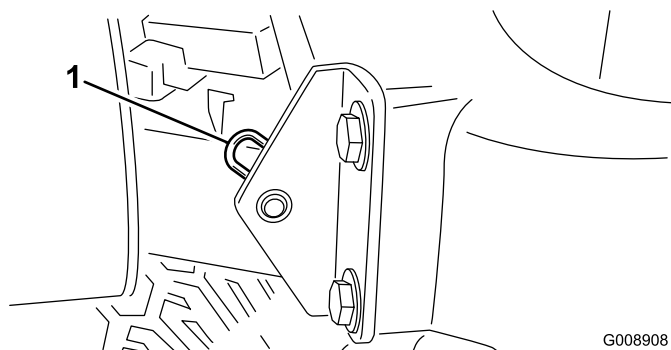

Figura 49
2. Retire el pasador que fija el pivote del capó a los soportes de montaje (Figura 49).